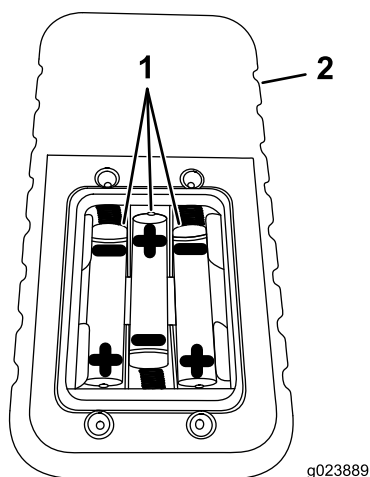

Figure 59
4. Installez 3 piles AAA neuves dans le sens indiqué à la Figure 59.